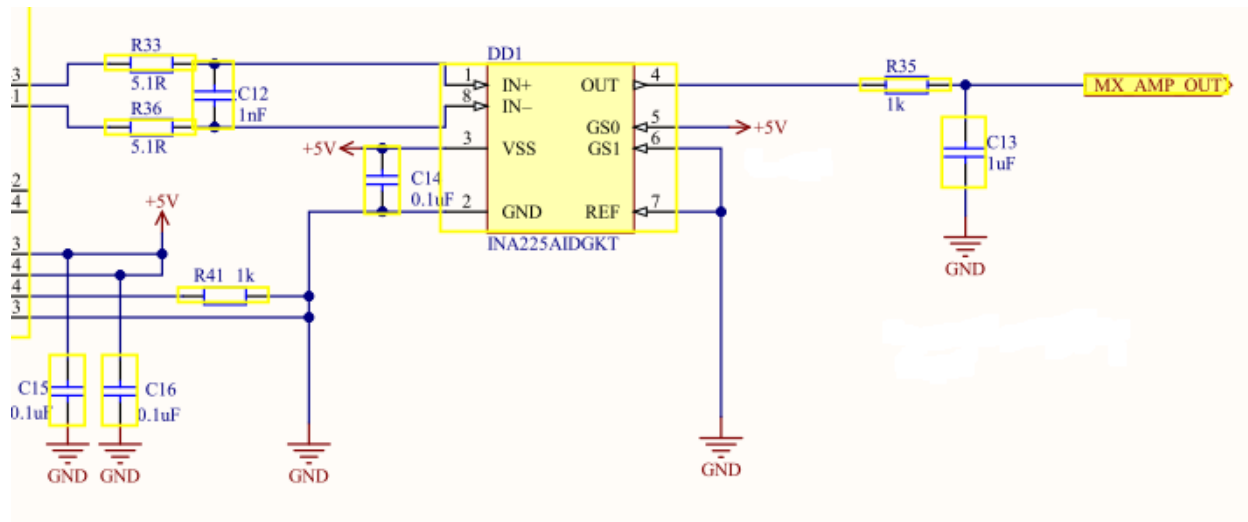
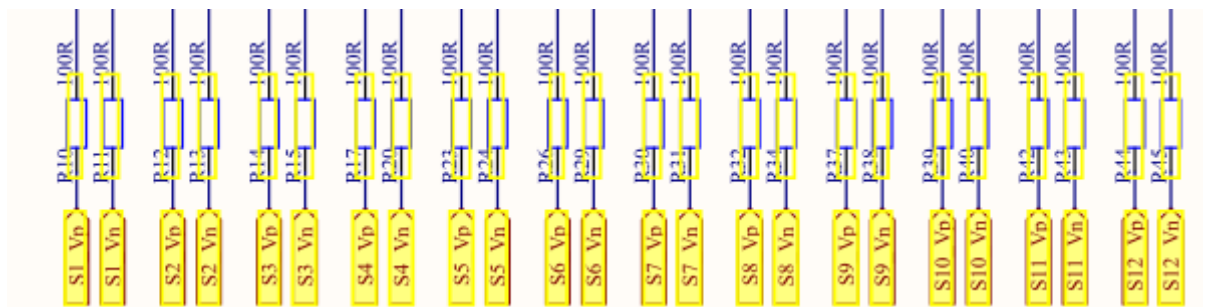

Рис. 4.1. Электрическая схема измерения тока платформы Страж
Рис. 4.2. Схема подключения измерительных резисторов
Измерение тока происходит с помощью микросхемы TPS561208 [4]. Она представляет собой дифференциальный усилитель сигнала (см. рис. 4.1). На измерительных резисторах (см. рис. 4.2) происходит падение напряжения. Измеряя падение на выходе микросхемы с помощью формулы (1) мы можем рассчитать ток, который проходит через измерительные резисторы.